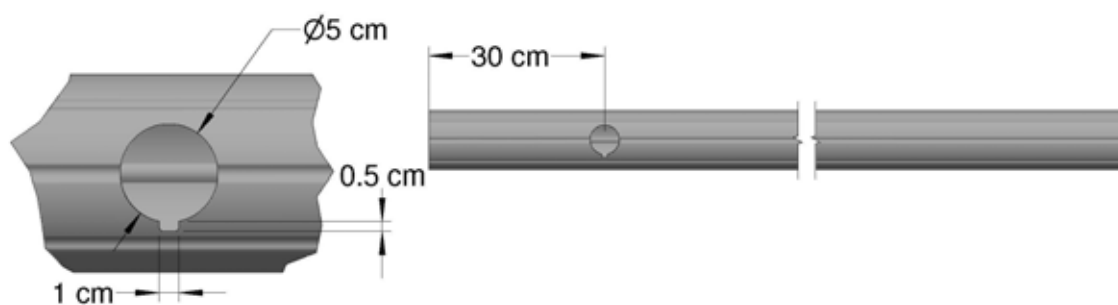

Figure 14b, Percez un trou
14. Tirez le panneau de tissu inférieur à l'extérieur des rails de guidage et faites-le glisser sur le tube inférieur (figure 14b). Centrez et coupez le tissu en excès au niveau de chaque angle comme indiqué.